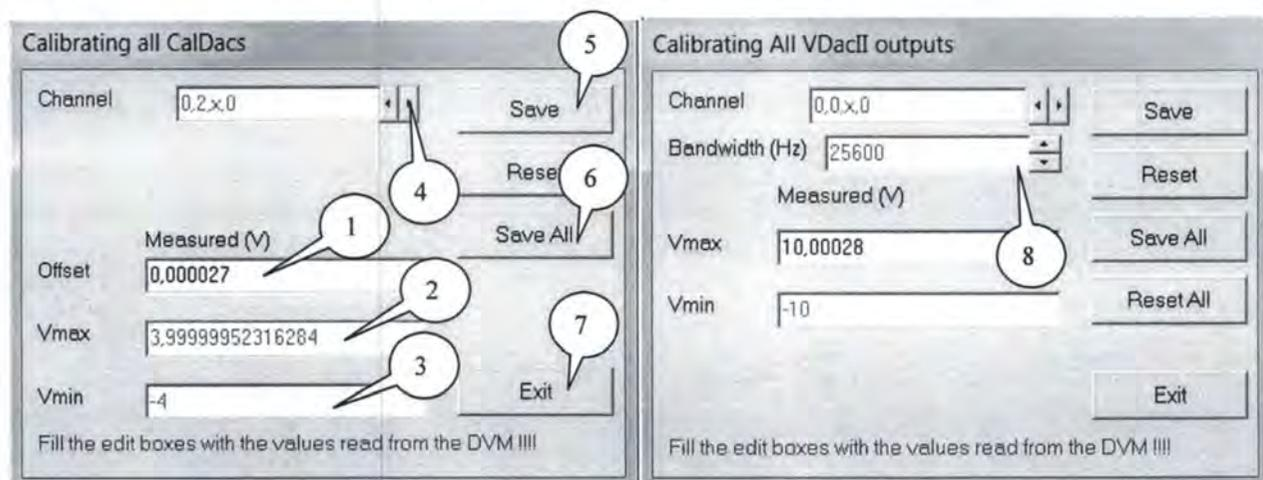

Рисунок 2
7.3.2.3 Пользуясь указаниями программы (рисунок 2, слева - панель поверки CalDAC, справа - VDacII) и рекомендациям руководства IN-AC-(SC), провести требуемые измерения и ввести их результаты (показания мультиметра) для каждой из полосы частот «Bandwidth» (8) (если применимо), смещения нуля (1) и каждого уровня «DacLevel» отрицательной (2) и положительной полярности (3) в соответствующие диалоговые окна, нажимая после ввода каждого результата измерений кнопку «Enter» на клавиатуре ПК.